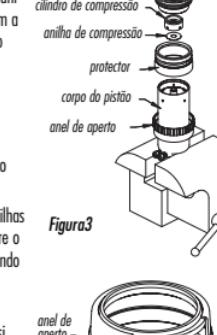
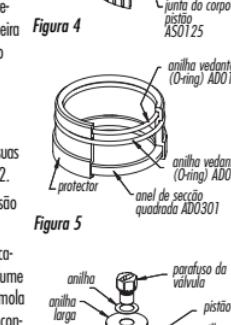
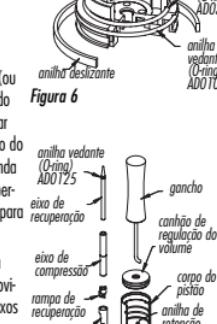

Figura 2
Figura 3
Figura 4
4. Aperte o olhal do corpo do pistão e use uma chave dupla ou uma chave de caixa com cabeça especial (fornecida com o Cane Creek) para desapertar e remover o pistão (figura 2). Tenha cuidado para não perder o cilindro e a anilha de compressão (figura 3).
5. Retire em seguida a protecção das anilhas do corpo do pistão, puxando-a pela extremidade aberta (figura 3). O anel de aperto também pode ser retirado, o que permite substituir a junta do corpo do pistão (figura 4).